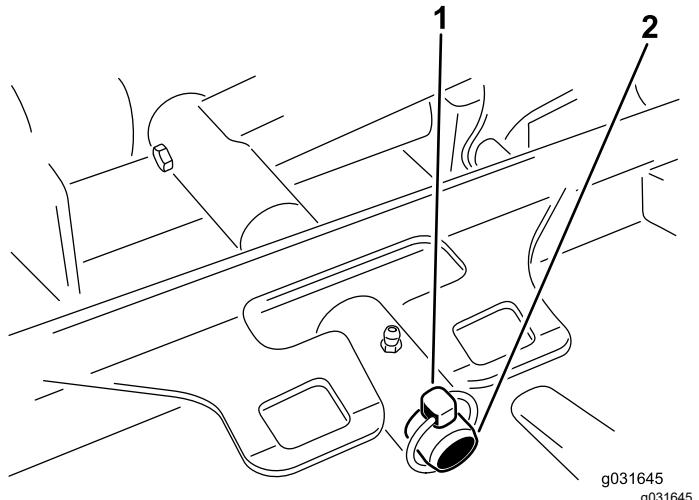

Bild 69
3. Entfernen Sie den Klappstecker oder die Befestigungsmutter, mit der der Mähwerkträgerrahmen am Hubarm-Lagerbolzen befestigt ist (Bild 69).
3. Schieben Sie den Mähwerkträgerrahmen auf den Lagerbolzen des Hubarms und befestigen ihn mit dem Klappstecker oder der Befestigungsmutter (Bild 69).